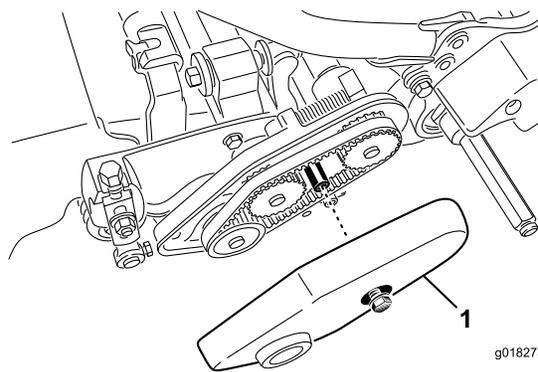

图41
2. 松开固定皮带罩的凸缘螺栓，取下皮带罩露出皮带(图41)。